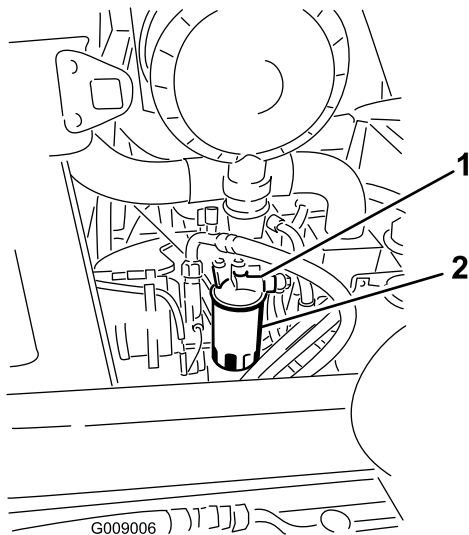

図 63
- 燃料フィルタのヘッドの周囲をきれいに拭く（図 63）。
- フィルタを外してフィルタヘッドの取り付け部をきれいに拭く（図 63）。